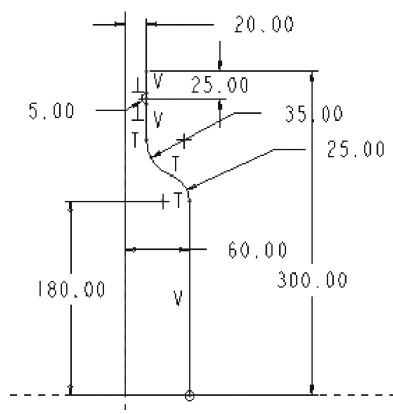

图 6-101 X 轴轨迹
(3) 单击【基准】工具栏中的【草绘】按钮，选取“FRONT”基准面作为草绘平面，其他使用默认设置，草绘第 2 条基准曲线作为 X 轴轨迹，如图 6-101 所示。
(5) 单击【基准】工具栏中的【草绘】按钮，选取“RIGHT”基准面作为草绘平面，看图方向设置为朝右，选取“TOP”基准面作为草绘视图方向参照，方向设为【顶】，草绘第 4 条基准曲线作为一般轨迹，尺寸和约束如图 6-101 所示。